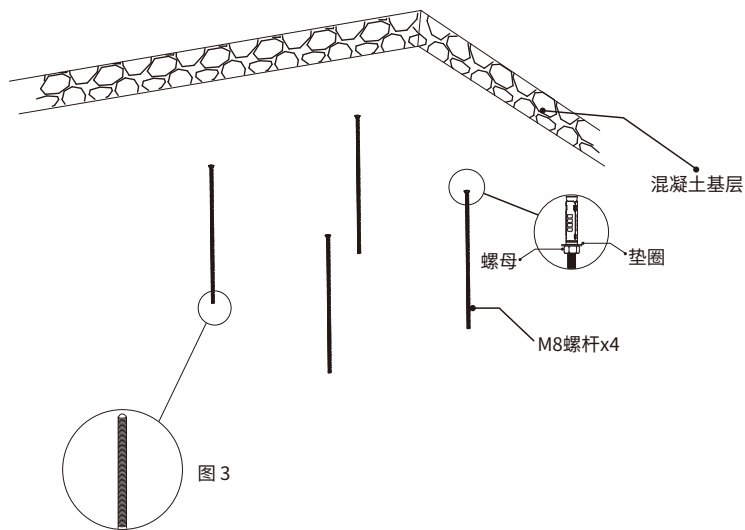

图 3
3.检查膨胀螺丝是否已经固定好后，安装丝杆并固定。（为了使丝杆更加方便穿电动吊架，我们建议将丝杆的末端磨成锥形，并且每两根丝杆之间的长度可以相差10-20mm，图3）